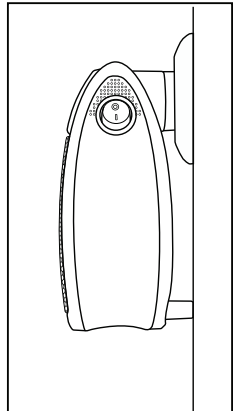

Fig. 1
- L'appareil ne doit être utilisé que branché à la verticale dans une prise de courant et entièrement monté. Les écarteurs ⑩ doivent toucher le mur (voir fig. 1).